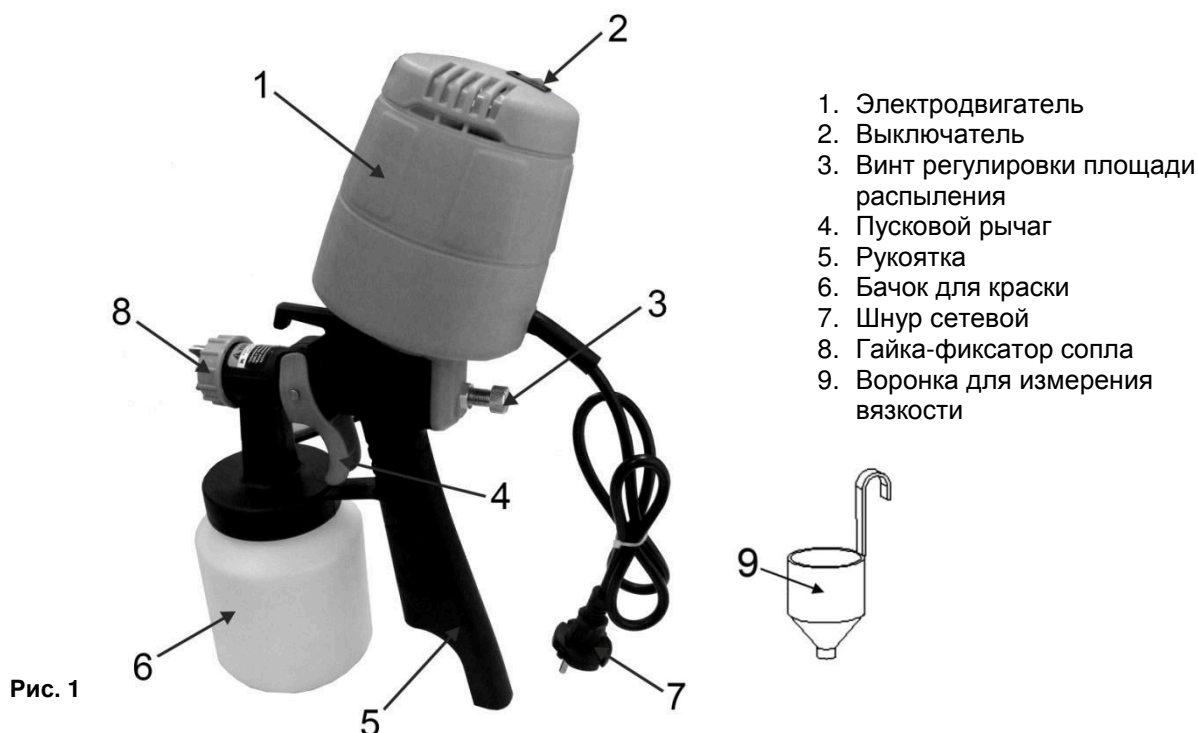

Рис. 1
- Для определения густоты краски, в комплект поставки входит специальная воронка (9)(См. Рис.1).
- Установите бачок для краски (6)(См. Рис.1) на ровной поверхности.
- Пометите над ним воронку (9)(См. Рис.1), как показано на рисунке 2.
- **Для включения** краскораспылителя нажмите пусковой рычаг (4)(См. Рис.1).
- Открутите пластиковую гайку-фиксатор сопла (8)(См. Рис.1).
- Для изменения площади распыления, установите винт-регулятор (3) (См. рис.1; 6), расположенный на задней поверхности пускового рычага в требуемое положение.